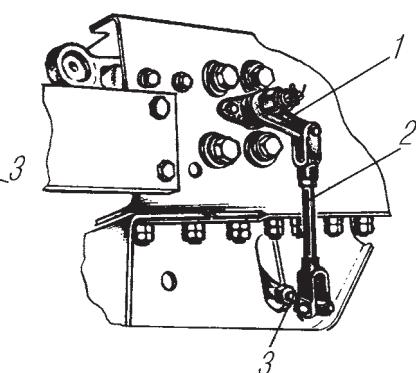

Рис. 20. Рычаги управления лебедкой:
**Рычаги управления лебедкой** показаны на рис. 20. Эксплуатация лебедки описана в разделе «Лебедка».